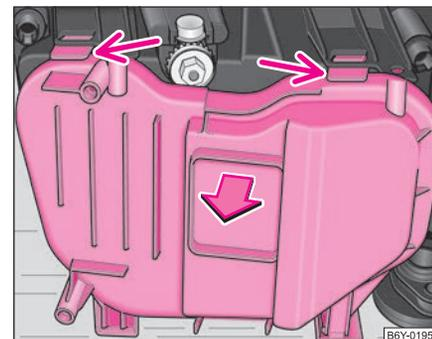
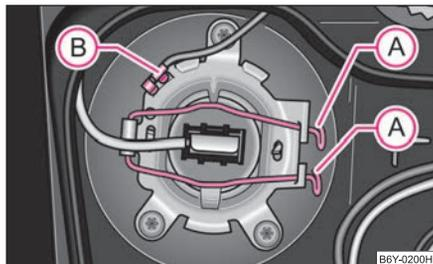
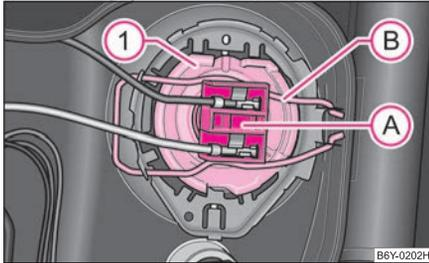

Abb. 170 Schutzabdeckung für Scheinwerfer vorn
Abb. 172 Ausbau der Glühlampe für Fernlicht
Abb. 174 Ausbau der Glühlampe für Abblendlicht
- Drücken Sie die Sicherungsfeder nach unten und bauen Sie die Schutzabdeckung ab ⇒ Abb. 170.
- Bauen Sie die Schutzabdeckung von der Rückseite des Scheinwerfers ab ⇒ Seite 195, Abb. 170.
- Trennen Sie die Steckverbindung (B).
- Federdrahtbügel (A) der Lampenhalterung zusammendrücken und abklappen.
- Die Steckverbindung (B) ⇒ Abb. 172 zusammenstecken.
- Ziehen Sie den Stecker (A) ab.
- Federdrahtbügel (B) durch Drücken in Richtung der Glühlampe und nach unten ausrasten und abklappen.
- Nehmen Sie die Glühlampe (1) heraus und setzen Sie die neue Glühlampe so ein, dass die Fixiernasen am Reflektor in den Aussparungen im Lampenteller liegen.
- Stecken Sie den Stecker (A) ⇒ Abb. 174 auf.